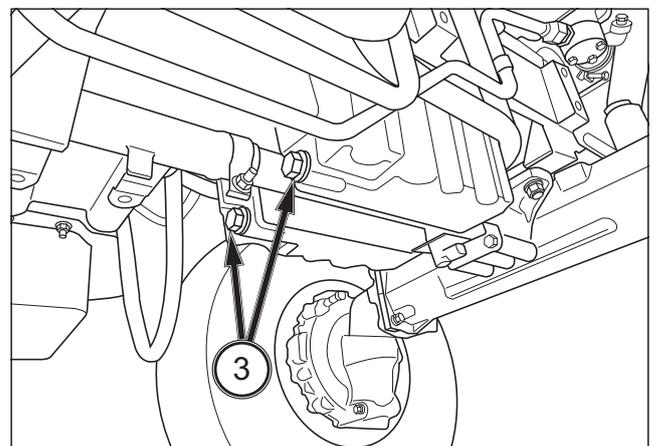

FIG. 152
FIG. 152: Para cambiar el aceite de motor: ponga en marcha el tractor hasta que el aceite se haya calentado lo suficiente. Retire los tapones de drenaje (3) del motor y deje que todo el aceite se drene.